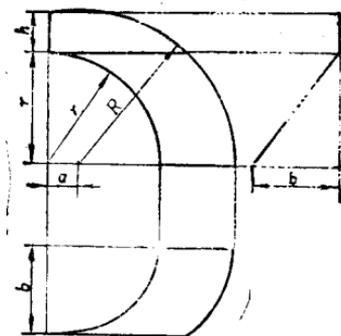

图 19
9. 用平行线法求作扇形板折角的展开图，写出作图步骤（见图19）。已知： $r = 28\text{ mm}$ ， $R = 40\text{ mm}$ ， $h = 10\text{ mm}$ ，